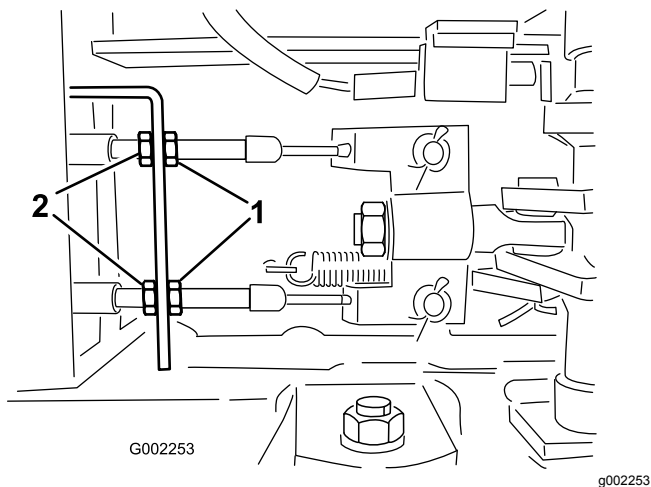

Figura 87
5. Afloje las tuercas delanteras de los cables de freno, debajo del extremo delantero del fumigador (**Figura 87**).
6. Apriete las tuercas traseras en la misma cantidad hasta que el pedal de freno recorra entre 1 a 2 cm antes de que se note resistencia (**Figura 87**).